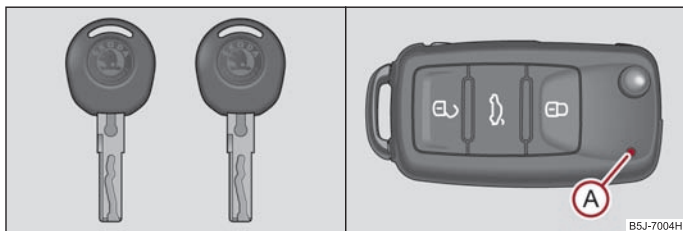
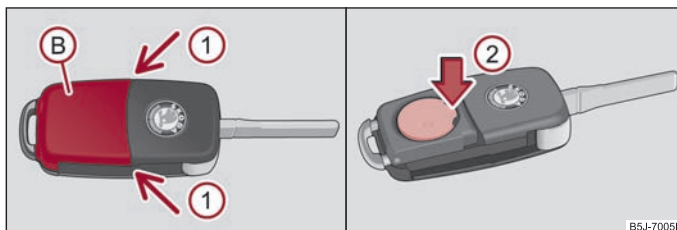

Abb. 22 Schlüsselsatz ohne Fernbedienung / Schlüssel mit Funkschlüssel
Abb. 23 Funkschlüssel - Deckel abnehmen / Batterie herausnehmen
Mit dem Fahrzeug werden zwei Schlüssel ausgeliefert. Je nach Ausstattung kann Ihr Fahrzeug mit Schlüsseln ohne Funk-Fernbedienung ⇒ Abb. 22 - links, oder mit Funk-Fernbedienung ⇒ Abb. 22 - rechts ausgestattet sein.
Jeder Funkschlüssel enthält eine Batterie, die unter dem Deckel (B) untergebracht ist ⇒ Abb. 23. Wenn die Batterie entladen ist, blinkt nach dem Drücken einer Taste auf dem Funkschlüssel die rote Kontrollleuchte (A) nicht ⇒ Abb. 22. Wir empfehlen Ihnen, die Schlüsselbatterie von einem autorisierten Škoda Servicepartner wechseln zu lassen. Falls Sie jedoch die entladene Batterie selbst wechseln wollen, gehen Sie wie folgt vor:
- Drücken Sie die Batterieabdeckung mit dem Daumen oder mit einem flachen Schraubendreher an den Stellen der Pfeile (1) ab.
- Durch Drücken der Batterie nach unten, an der Stelle des Pfeils (2) nehmen Sie die entladene Batterie aus dem Schlüssel heraus ⇒ Abb. 23.